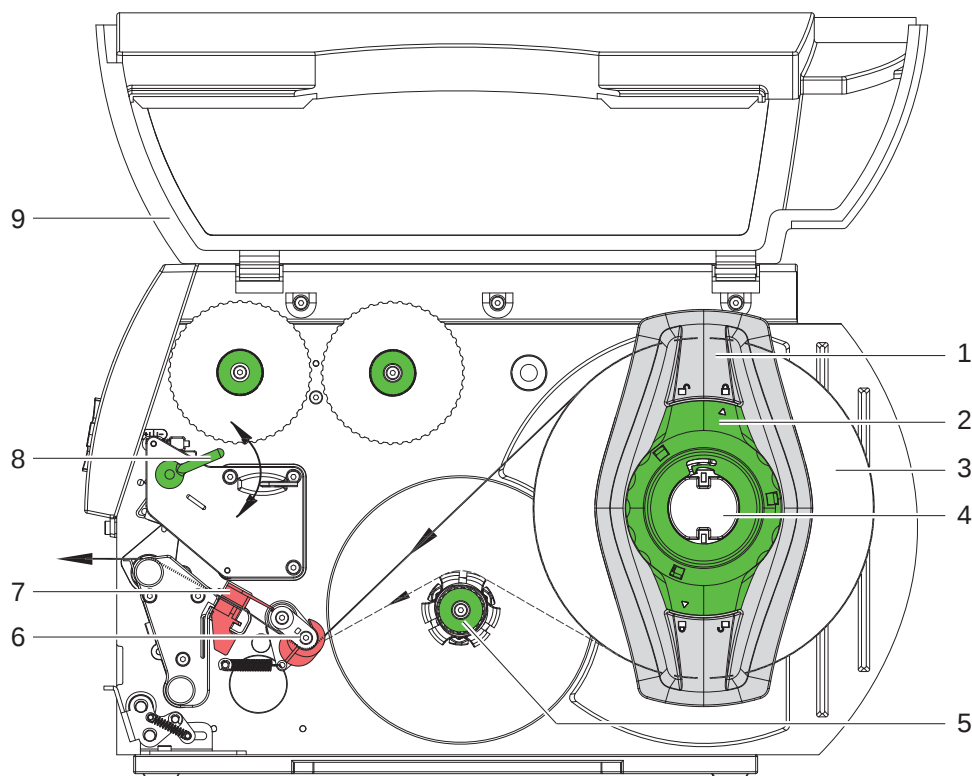

Fig. 10 Læg etiketruller i
► Drej armen (Fig. 10 , pos. 8) med uret for at låse printhovedet.